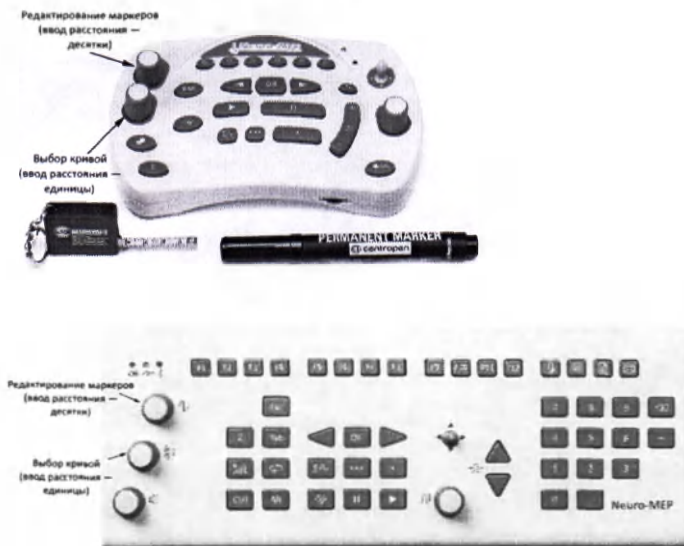
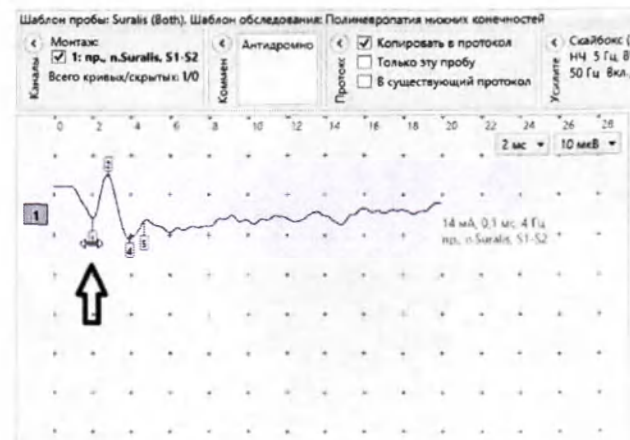
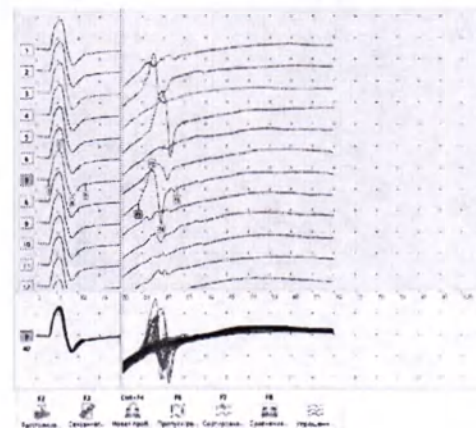

Рис. 127. Основные органы управления функциональной клавиатуры (компактная и расширенная версии клавиатуры)
Рис. 128. Коррекция положения маркера начала ответа
Рис. 141. Коррекция положения маркеров
Для ввода расстояния удобно использовать клавишу [F2]. После активации первого места в таблице можно отредактировать указанное расстояние. Для этого используйте цифровые клавиши клавиатуры компьютера или энкодеры функциональной клавиатуры, которые управляют маркерами и проводят выбор кривой. При активации места в таблице ручка управления маркерами меняет десятичные значения, ручка выбора кривых — единичные значения (рис. 127). При наличии расширенной версии клавиатуры расстояния можно вводить с нее с помощью цифровых клавиш.
13. Проведите коррекцию положения маркера начала ответа (рис. 128). Для этого используйте мышь («перетаскивание» левой кнопкой) или клавиатуру (вращение энкодера, переход к следующему маркеру — нажатие энкодера (рис. 127)).
3. Проведите коррекцию положения маркеров (рис. 141). Для этого используйте мышь («перетаскивание» левой кнопкой) или клавиатуру (вращение энкодера, переход к следующему маркеру — нажатие энкодера (рис. 127)).